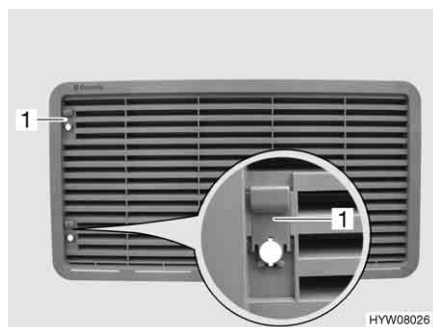

Fig. 102 Griglia di aerazione del frigorifero (con cursore)
- Spingere il cursore (Fig. 102,1) verso l'alto.